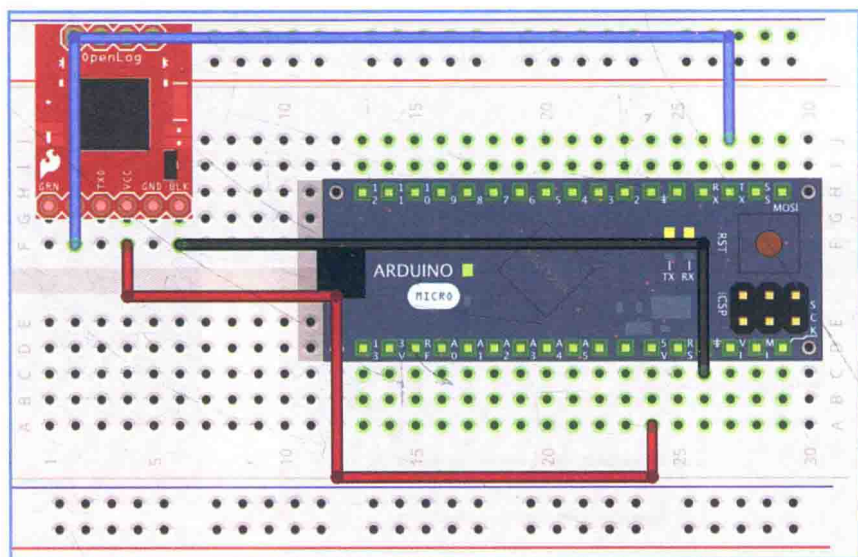

图 5.15 安装数据记录仪并接线
3. 插入数据记录仪模块并接线，如图 5.15 所示。VCC 插入 Arduino 上的 5V 引脚，BLK 插入 Micro 的地线引脚（注意，数据记录仪有 GND 和 BLK 引脚，但是不要连接 GND!）。最后，将 OpenLog 的 RXI 引脚和 Arduino 的 TX 引脚相连。